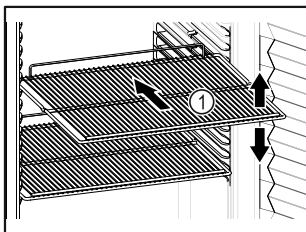

Fig. 50 Exempel
- Om gallren Fig. 50 (1) kan flyttas om ska de anpassas på höjden.